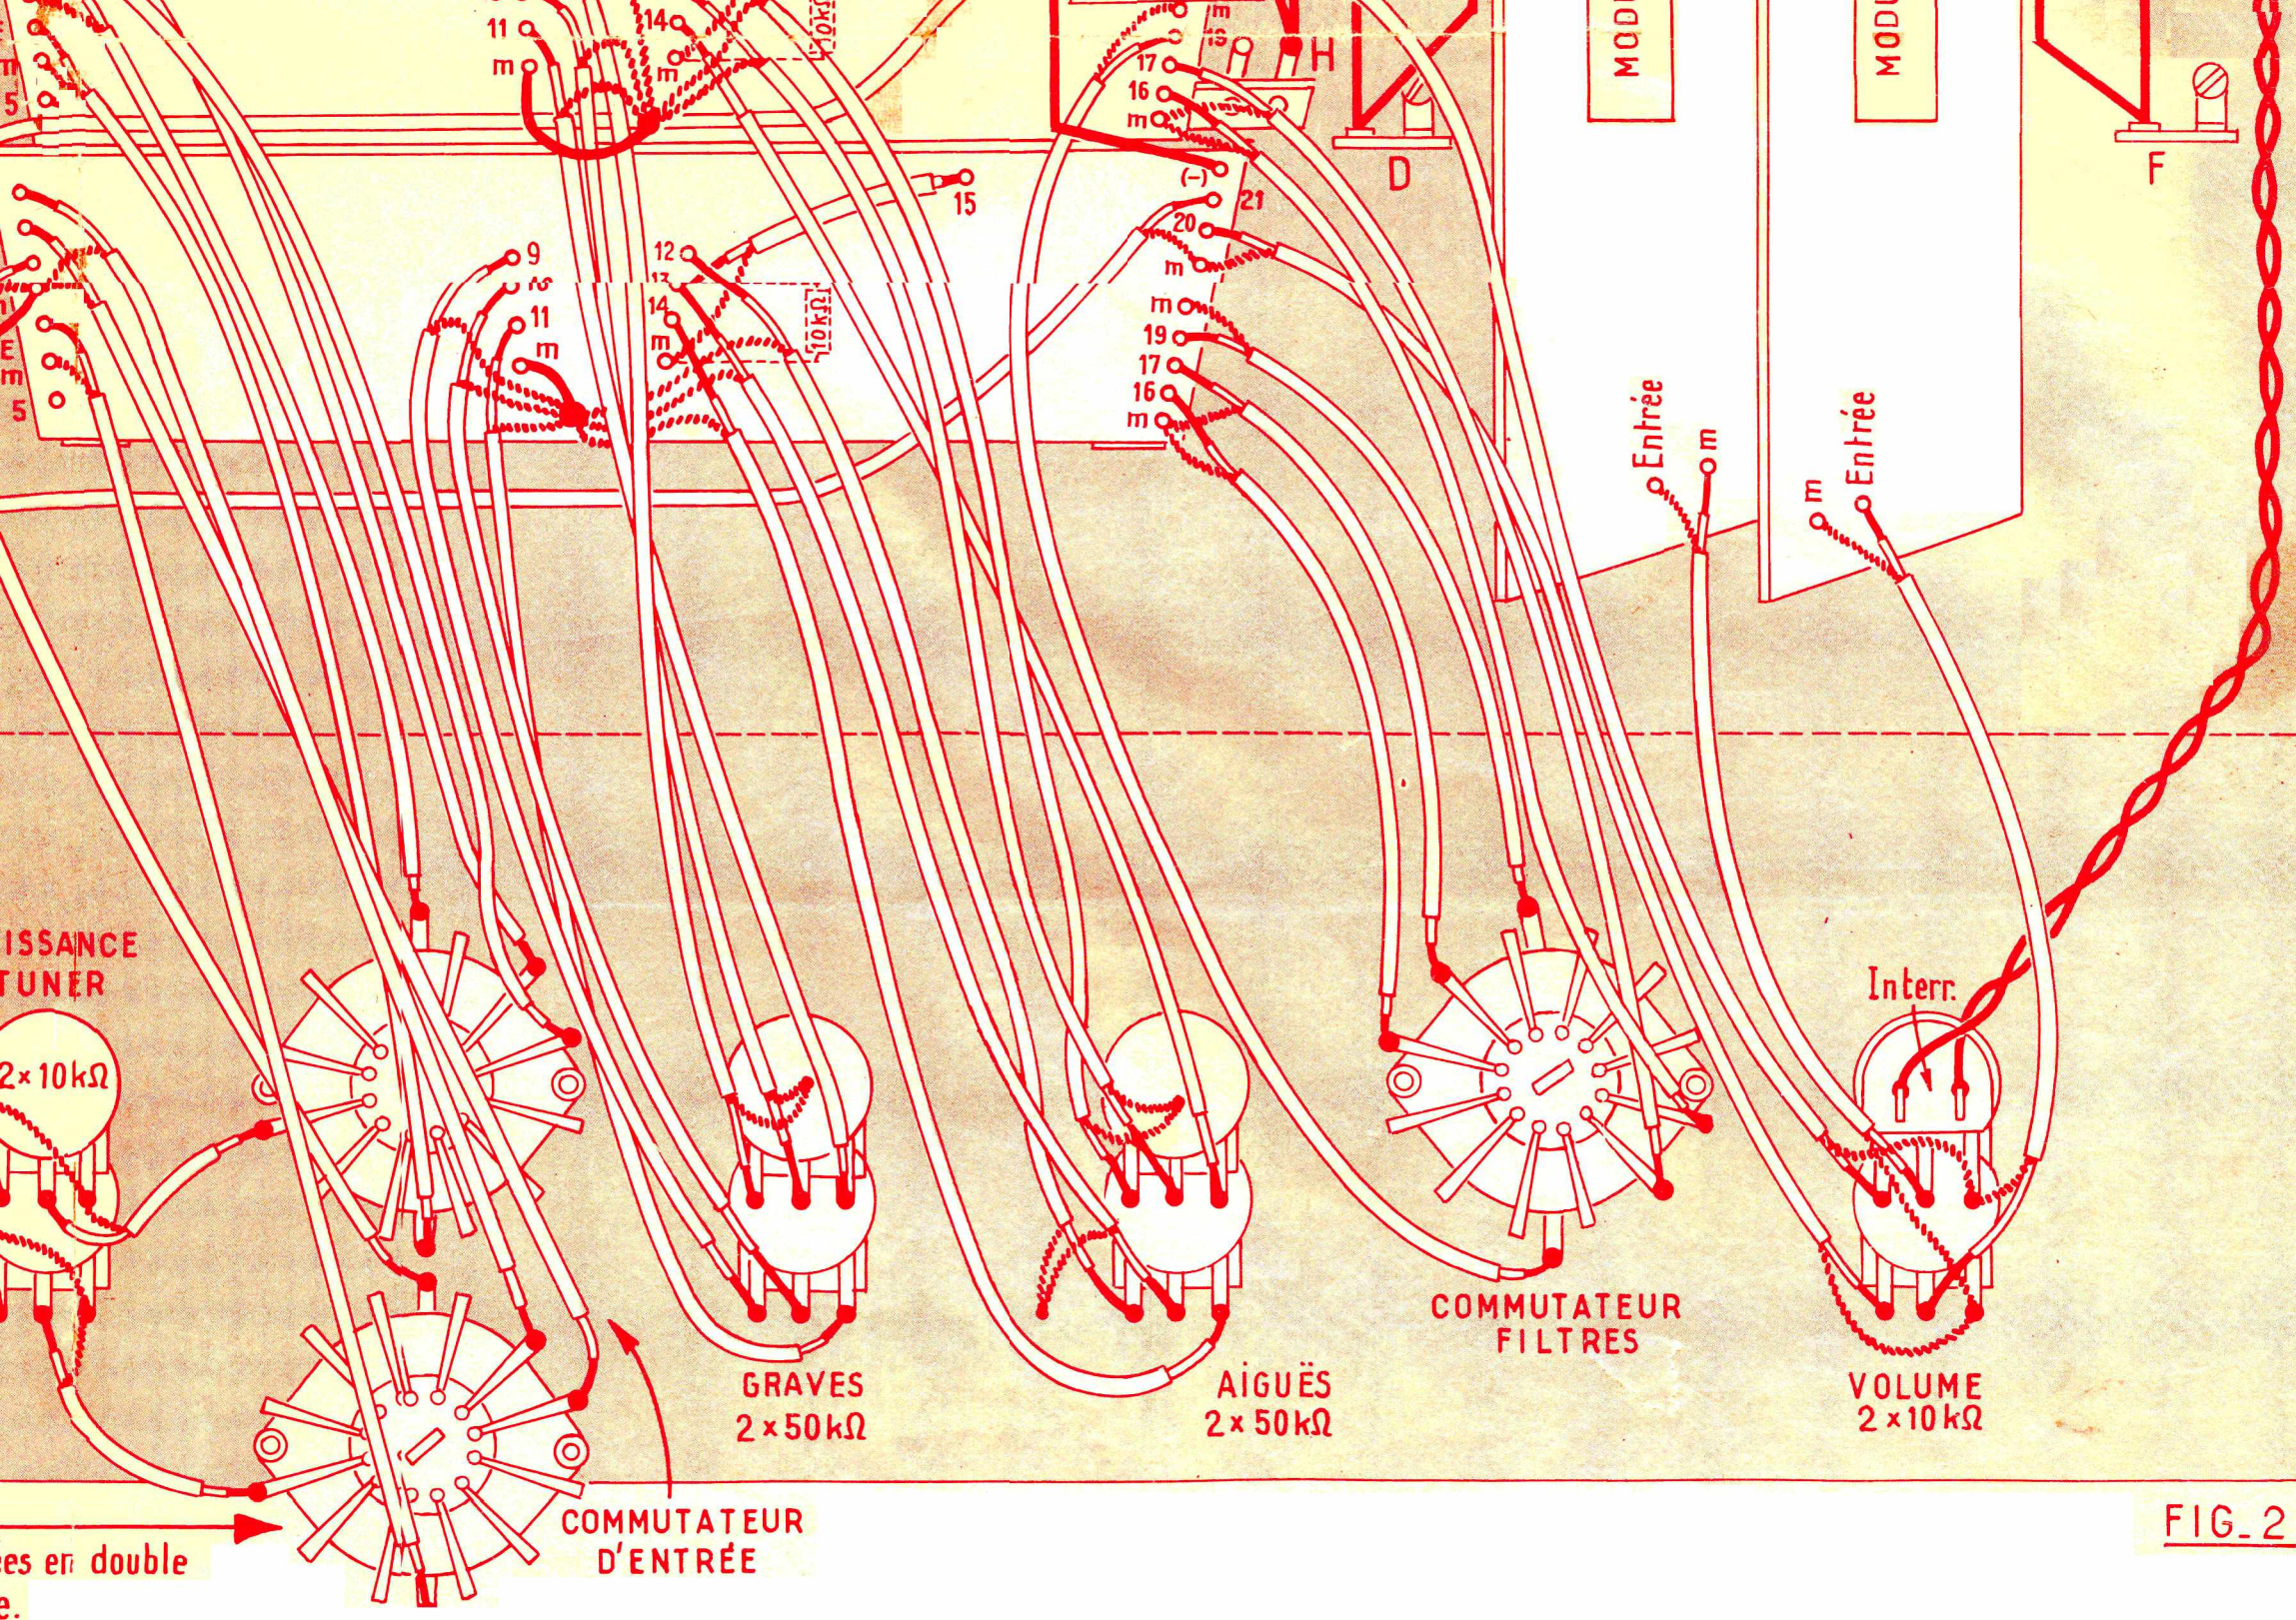
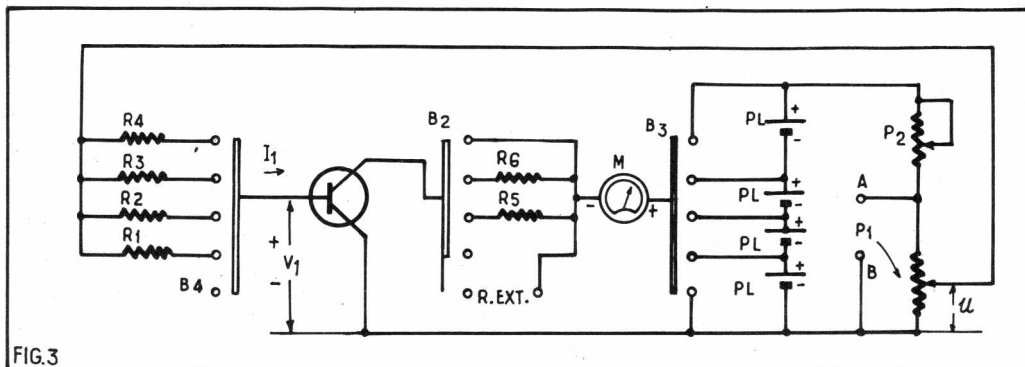
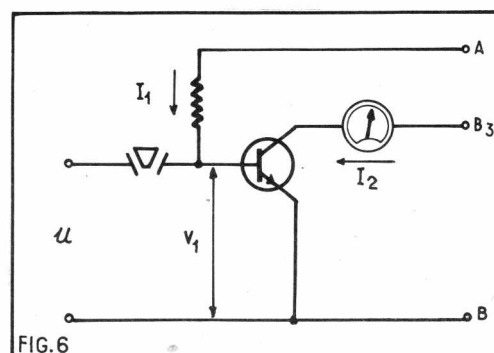

FIG. 2
FIG.3
FIG.6
Montons un transistor suivant la figure 2. L'intensité base I_1 vaut exactement $U - V_1$.
Pour couvrir la première gamme 0-1 μ A il suffit de prendre R égal à 10 M Ω . Pour $U = 0$ on a alors $I_B = 0$ et pour $U = 12$ V, on a $I_B = (12 - 1) : 10 \text{ M}\Omega = 1,1 \mu\text{A}$. Pour couvrir les gammes suivantes : 10 μ A, 100 μ A et 1 mA, on prendra $R = 1 \text{ M}\Omega$; 100 k Ω ; 10 k Ω . Il reste à obtenir U et d'une façon aussi exacte que possible. Le montage réel est effectué selon le schéma fig. 3 dans le cas d'un transistor NPN. Quatre piles plates de 4,5 V (PL) sont montées en série. Le combineur B_2 permet d'appliquer 0,45, 9, 13,5 ou 18 V entre émetteur et collecteur. Le combineur B_1 permet d'introduire une résis-
Reprenons le principe du montage de la figure 2 et ajoutons-y le circuit de la figure 3, de telle façon que l'on puisse appliquer la tension U entre base et émetteur, ce qui donne le schéma figure 6. I_1 provoque l'apparition d'une tension V_1